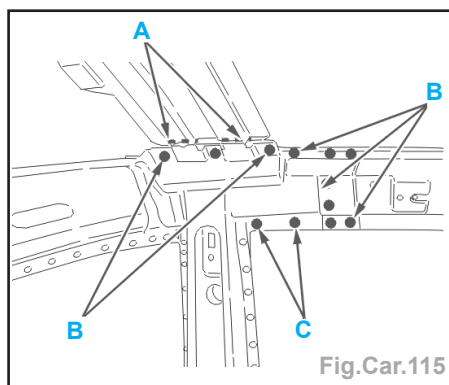

Fig.Car.115
- Souder par cordon au MIG suivant **A** (Fig.Car.115).